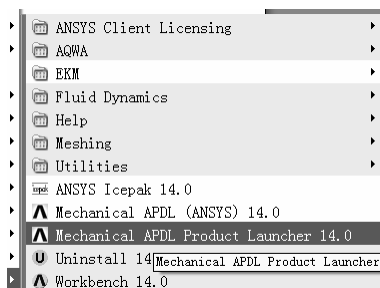
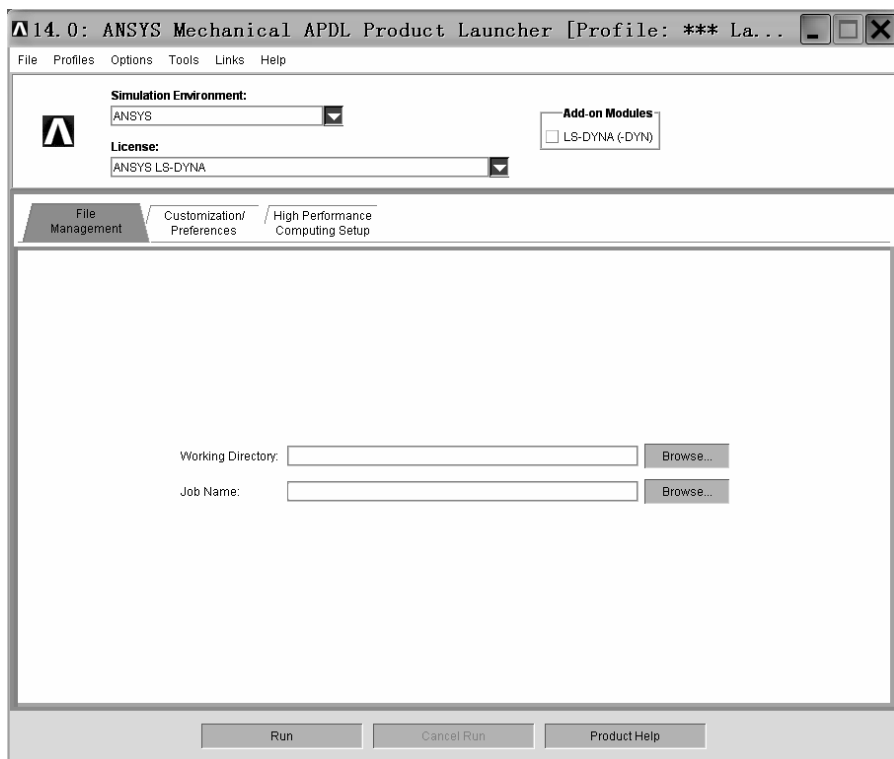

图 2-122 “ANSYS Product Launcher”图标
图 2-123 “14.0: ANSYS Mechanical APDL Product Launcher [Profile: \*\*\* La...”窗口
(1) 在“开始”菜单中指向“ANSYS 14.0”文件夹，出现“ANSYS Mechanical APDL Product Launcher 14.0”图标（见图 2-122）。单击“ANASYS Mechanical APDL Product Launcher 14.0”图标，弹出“14.0: ANSYS Mechanical APDL Product Launcher [Profile: \*\*\* La...”窗口（见图 2-123）。